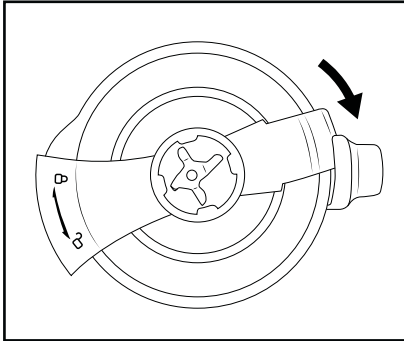

Abb. 3
- Drehen Sie die Deckelverriegelung 14 um 90° im Uhrzeigersinn (Richtung ) zu. Dabei schiebt sich die Deckelverriegelung 14 auf der einen Seite über die Ausgießnase und auf der anderen Seite in den Griff des Mixers 16. (Abb. 3).